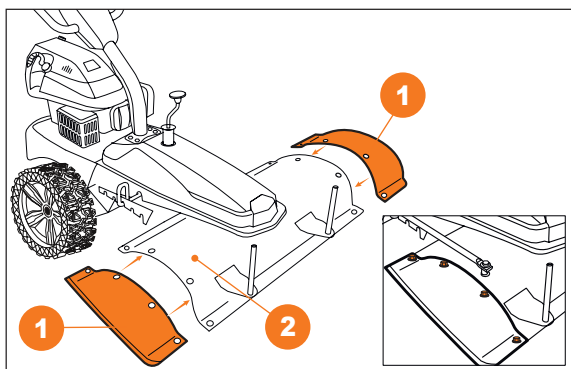

Рис. 7
- Повторить процедуру с другой стороны (Рис. 7).